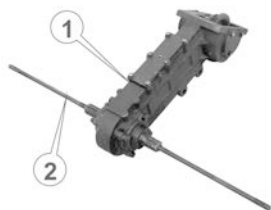

Рис. 4.1.
2. Положите редуктор (1) (см. рис. 4.1.) на ровной твердой поверхности шестерней вверх. Вкрутите шпильки крепления ступиц (2) в выходной вал редуктора (1), предварительно накрутив гайку и одев гравер на резьбу шпильки, которая будет вкручиваться. Законтрогайте шпильки гайками с граверами. Это необходимо во избежание выкручивания шпилек.